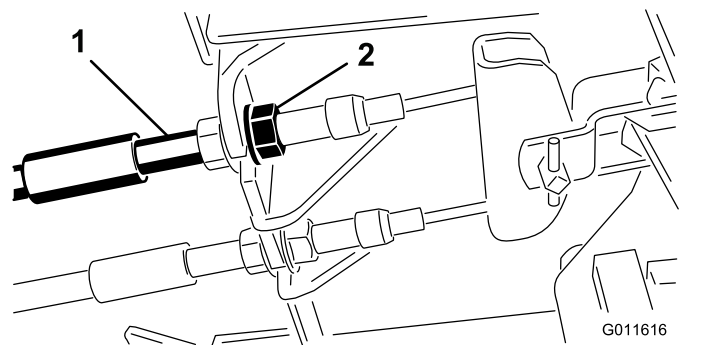

Bild 97
1. Ziehen Sie zum Reduzieren des Spiels der Bremspedale die Bremsen fester – lockern Sie dazu die vordere Mutter am Gewindeende des Bremszugs (**Bild 97**).